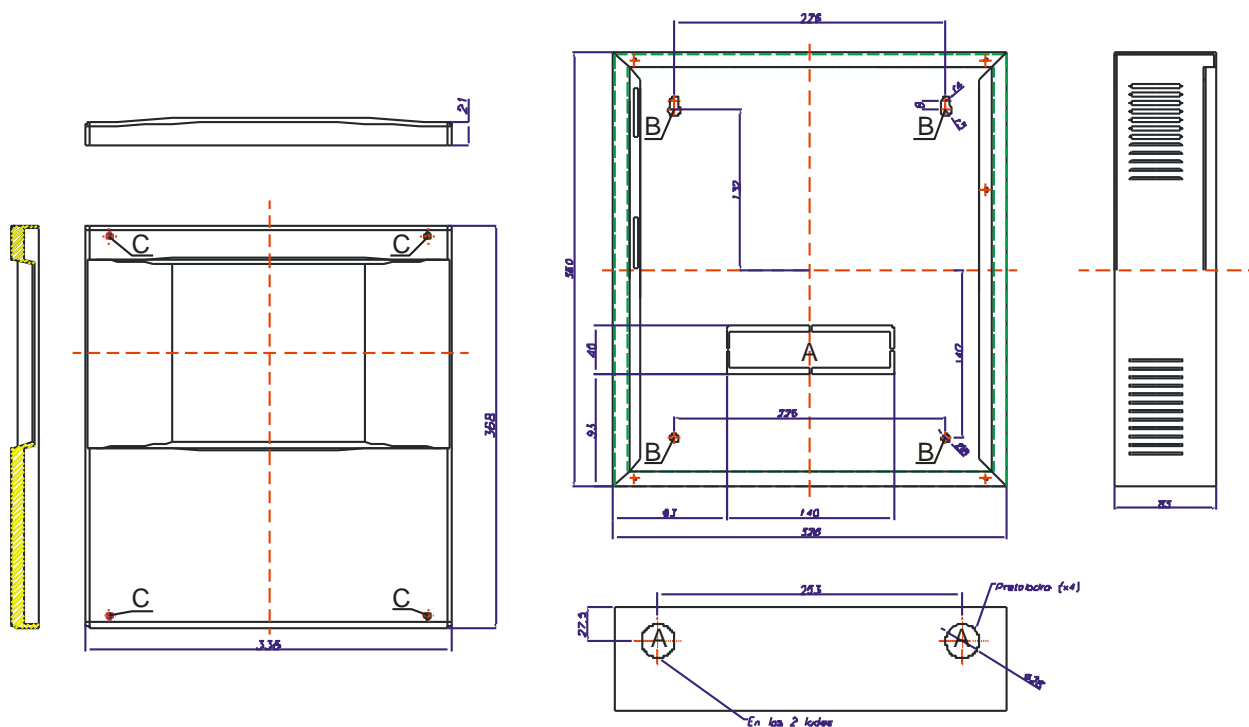

Figure 1: dimensions de la porte et le coffret central (mm).
- 2.3. Porte**(368 x 336 mm): Il est situé dans la coffret par 4 vis avant situé à proximité des coins (Figure 1 lettre C)
Quant à le coffret, il est équipé de 4 pré-perçages circulaires de 22mm et 1 rectangulaire de 140x40mm pour permettre l'accès du câblage à la centrale (Lettre A figure 1).
Pour installer le coffret au mur, il y a 4 orifices répartis sur la partie arrière proche des extrémités, 2 tours dans le fond de 8mm de diamètre et 2 autres ovales sur le dessus (Figure 1 Lettre B).
Par conséquent, le processus d'installation est le suivant (voir la figure 1):
- Démontez la porte du coffre en enlevant les vis dans les coins (Lettre C Figure 1).
- Faire des perforations nécessaires pour fixer la centrale au mur. Pour cela, il faut prendre en compte des orifices aux extrémités du coffret (Figure 1 Lettre B).
- Ouvrir les pré-perçages nécessaire pour le passage des câbles au centre (Lettre A figure 1)
- Monter le coffret sur le mur en utilisant les orifices (Lettre B Figure 1).
Note 2: Le coffret est conçu avec un indice de protection IP30. S'il est nécessaire d'ouvrir les pré-perçages latérales pour passage de câbles (Lettre A à la figure 1), il faudrait prévoir une attention particulière à l'espace restant pour l'introduction de presse étoupe comme protection étanche de toute la source d'alimentation.